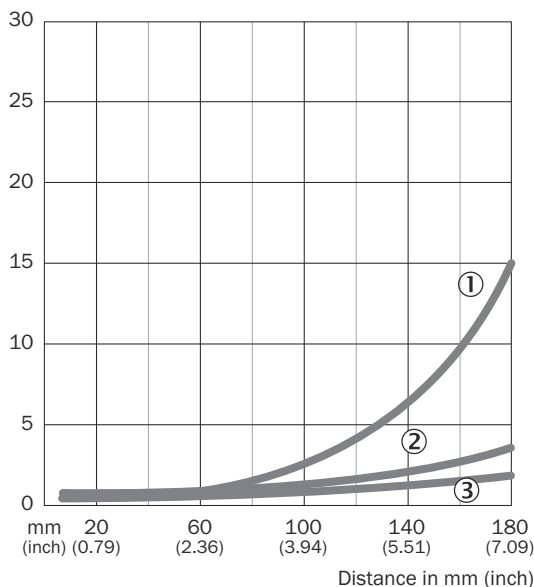

図 34: 特性曲線
背景抑制用の最小間隔 (= y) は、図 [図 34 ①] に基づいて以下の通り求めることができます: